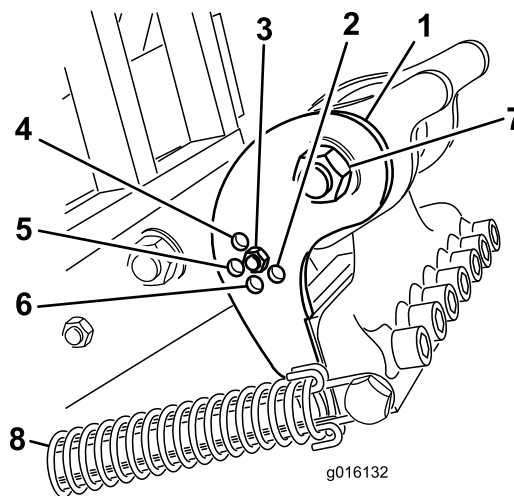

Figure 38
Réglez le support d'inclinaison (Figure 38) à la position correcte selon la longueur des louchets utilisés. La butée de la tête est réglée à l'une de cinq positions prédéterminées en choisissant le trou de boulonnage de la tige de réglage. Ces trous sont prédéfinis seulement ; par exemple, l'utilisation d'un louchet de 25,4 cm à la position 30,5 cm peut vous permettre d'obtenir une finition plus régulière, selon l'application.
3. Décrochez le ressort de la tête d'aération (Figure 38).
4. Retirez l'écrou et le boulon des trous de réglages du support d'inclinaison (Figure 38).